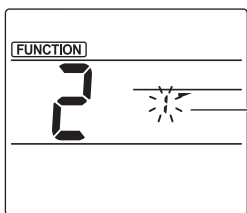

Fig. 3-2
- ② Seleccione el número de deflector (Fig. 3-2)